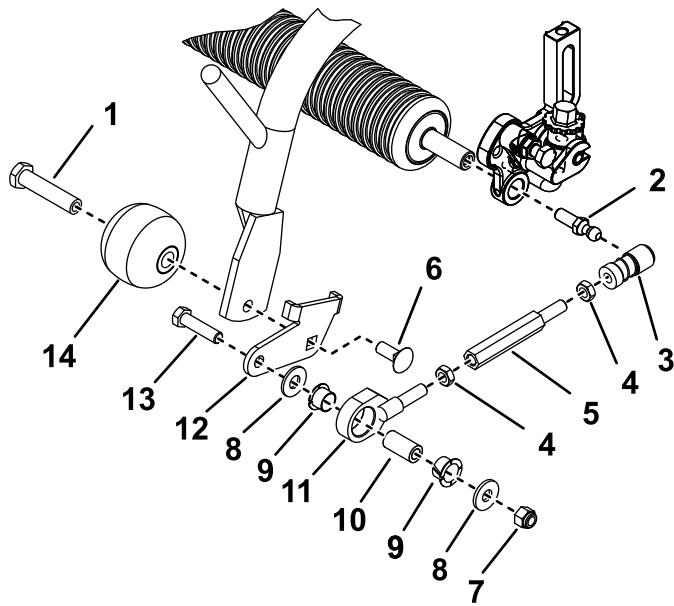

図4
4. 先ほど外したジャムナットを、新しい長いプルアームエクステンションと、既存のプルリンクブッシュアセンブリとに取り付ける図4。
5. 新しい長いプルアームエクステンションを、既存のプルリンクアセンブリとボールジョイントレシーバアセンブリに組み付ける図4。この時点ではまだジャムナットを締め付けないこと。
6. 対応するリンクブラケット右または左と先ほど外した芝削り防止ローラを、各前フレームキャリアフレームの端部に取り付けるキャリッジボルトとローラシャフトを使用する。ブラケットは図4のように組み付ける。
7. 各リンクブラケットの外側に、プルリンクアセンブリを取り付ける新しいボルト3/8 x 2インチ、先ほど外した平ワッシャ、新しいブッシュ2個、先ほど外したスペーサ、平ワッシャとロックナットを使用する。各コンポーネントは図4のように組み付ける。
8. スリーブをボールジョイントレシーバの位置まで引き戻し、レシーバをボールスタッドに取り付ける図4。